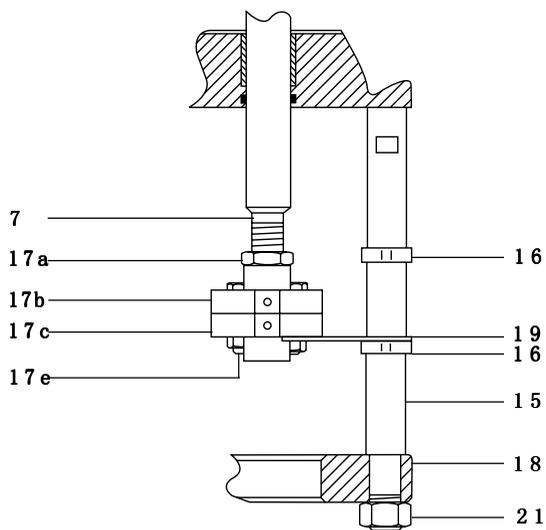

图 3
2.1 将PN5700/PN6700执行器安装在控制阀上 (参考图3和4)